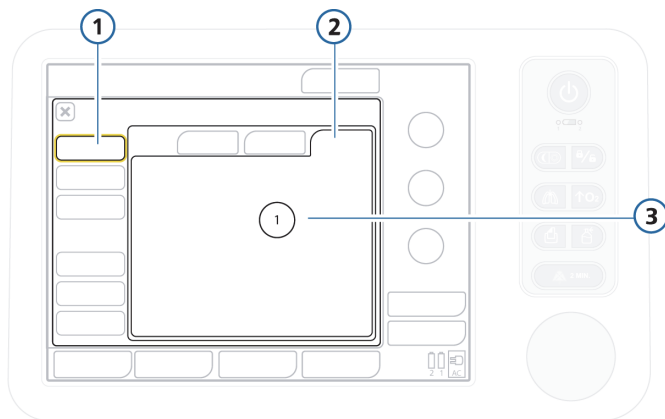

Figura G-4. Configuração da sonoridade de alarme mínima
1. Abra a janela Geral -> Mais (Figura G-4).